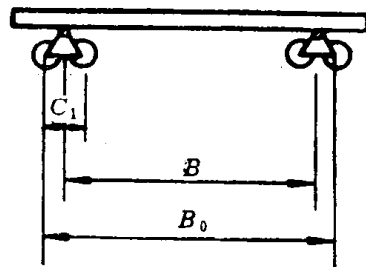

图 3-1
**例3-1** 已知一台冶金起重机的桥架质量 $m_c = 70\text{ t}$ ，小车质量 $m_x = 30\text{ t}$ ，起重量 $m_q = 100\text{ t}$ ，跨度 $L = 31.5\text{ m}$ ，大车轴距 $B = 5.2\text{ m}$ ，车轮组两轮距离 $C_1 = 1\text{ m}$ （图3-1），试求偏斜侧向力 $P_s$ ，重力加速度 $g = 9.8\text{ m/s}^2$ 。